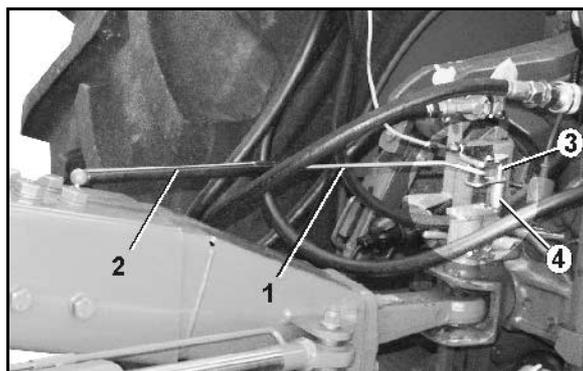

Рис. 45
- Угловую штангу (Рис. 45/1) вставьте в пластиковую втулку (Рис. 45/2).
- Сельсин-датчик (Рис. 45/3) вставьте в крепление (Рис. 45/4). Потенциометр установите в направлении движения (кабель назад) и зафиксируйте при помощи арретира от прокручивания.